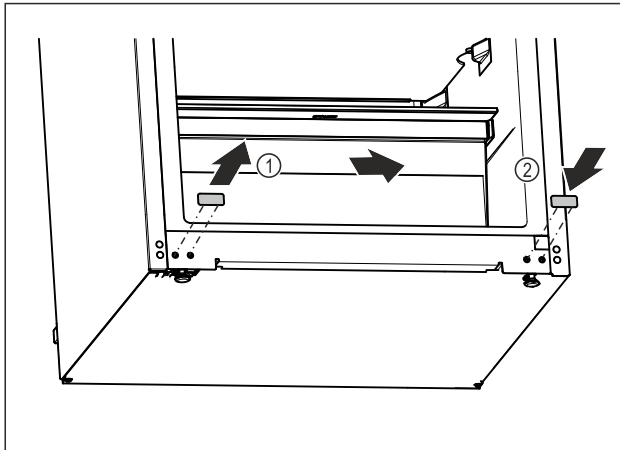

Fig. 13
- ▶ Витягніть заглушки. Fig. 13 (1)
- ▶ Вставте заглушки з протилежного боку. Fig. 13 (2)